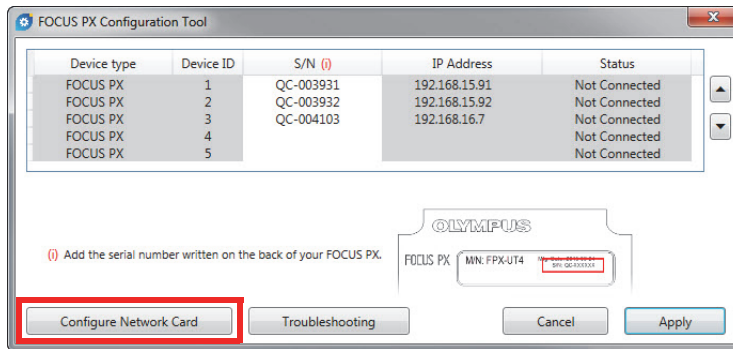

Figura 5-2 Iniciar configuração da placa de rede
3. Clique em **Configure Network Card** (configurar placa de rede) [veja Figura 5-2 na página 21].